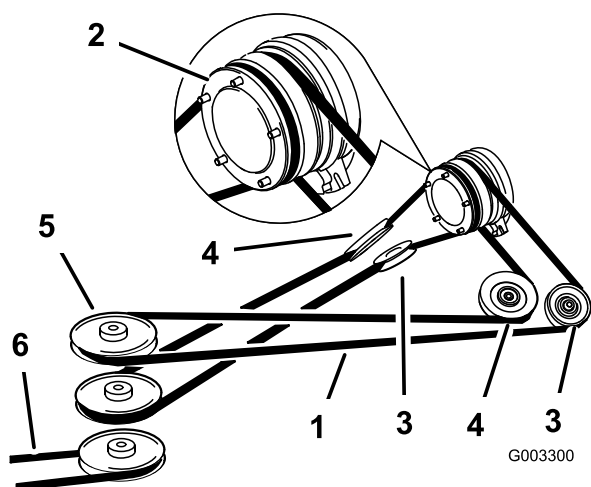

Figure 57
4. Tirez sur la poulie de tension à ressort pour détendre la courroie (Figure 57).
6. Chaussez une courroie neuve sur la poulie d'embrayage, les poulies de tension réglables, la poulie de tension à ressort et la poulie triple avant (Figure 57).